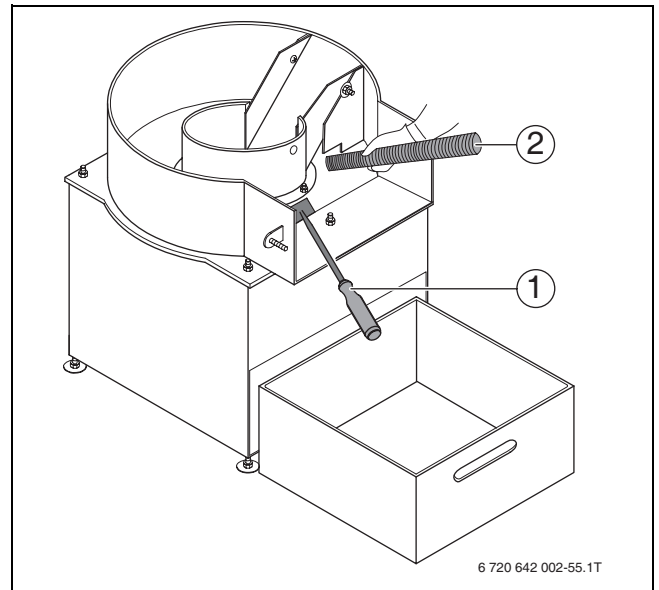

fig. 31 Limpar a câmara de combustão
- ▶ Remover as cinzas com uma pá de remoção de cinzas (acessório) (→ fig. 31, [1]) da câmara de combustão para o cinzeiro.